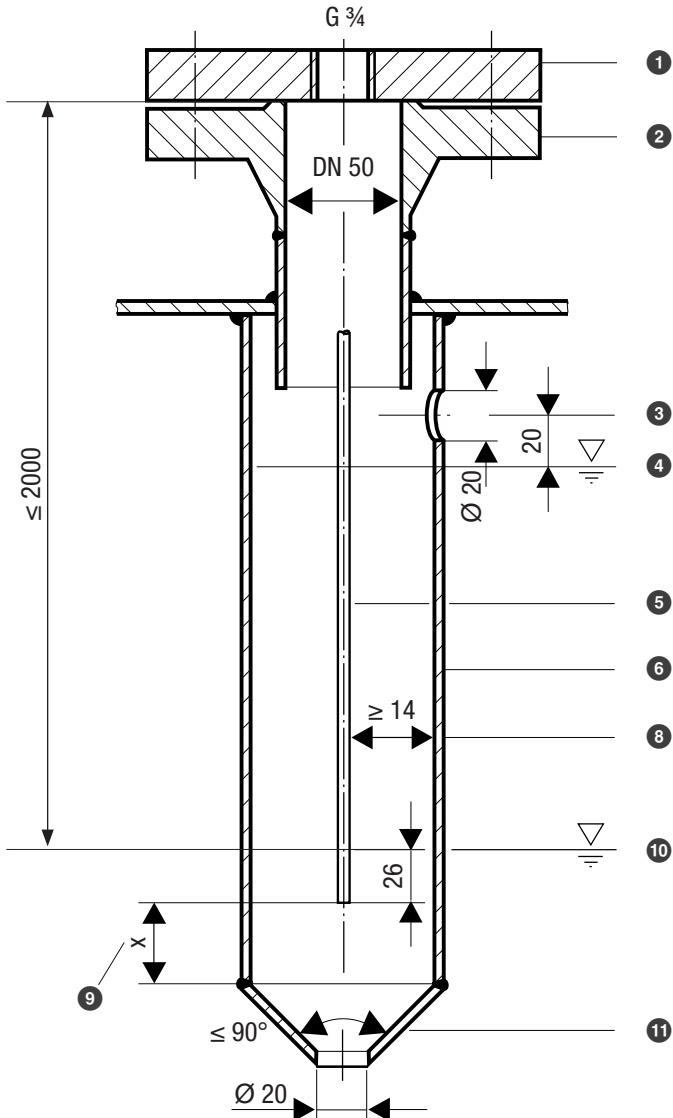
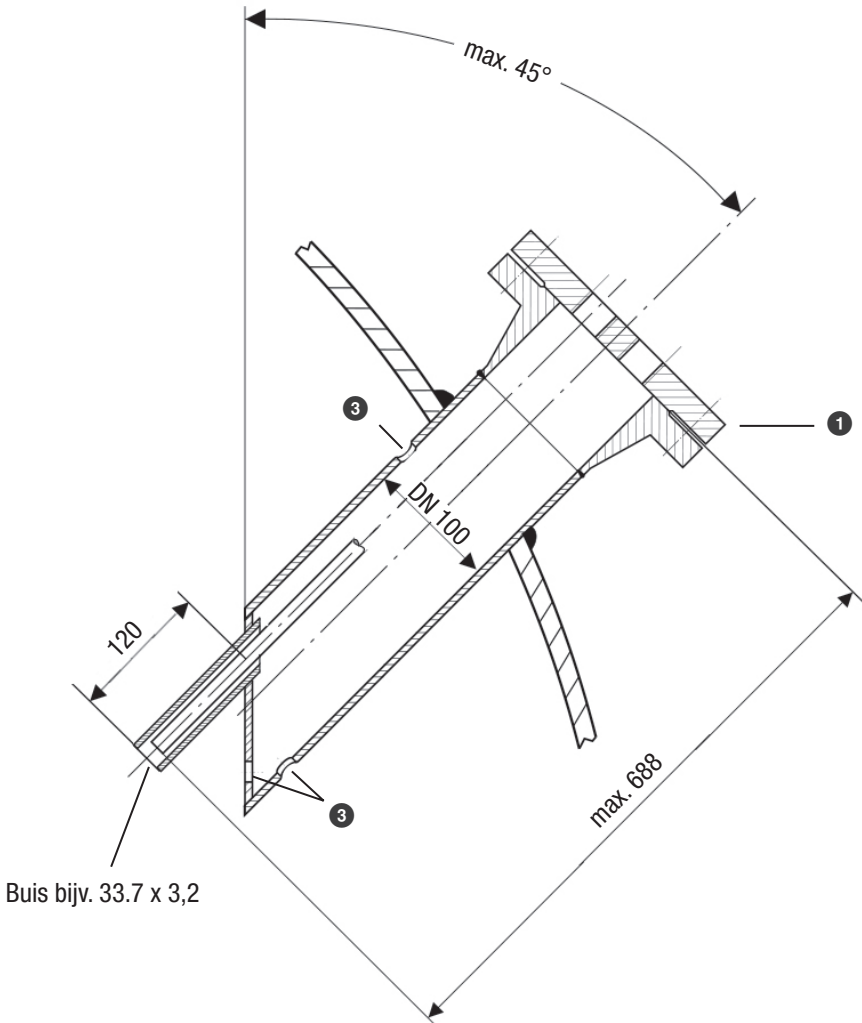

Fig. 12
Fig. 16
- Neem bij de inbouw van de niveauelektrode de minimumafstanden in acht, zie inbouwvoorbeelden Fig. 12 t/m Fig. 16.
- De hellingshoek van de niveauelektrode mag - uitsluitend bij gebruik in een tweegatsflens - 45° bedragen en de lengte van de elektrodestaaf is daarbij tot maximaal 688 mm begrensd, zie Fig. 16.
Inbouwvoorbeeld met maataanduidingen, zie Fig. 12, pagina 30
Legenda Fig. 12 t/m Fig. 16
- ❶ Fig. 12, 13: Flens (PN 40, DN 50), DIN EN 1092-01 (enkele elektrode)